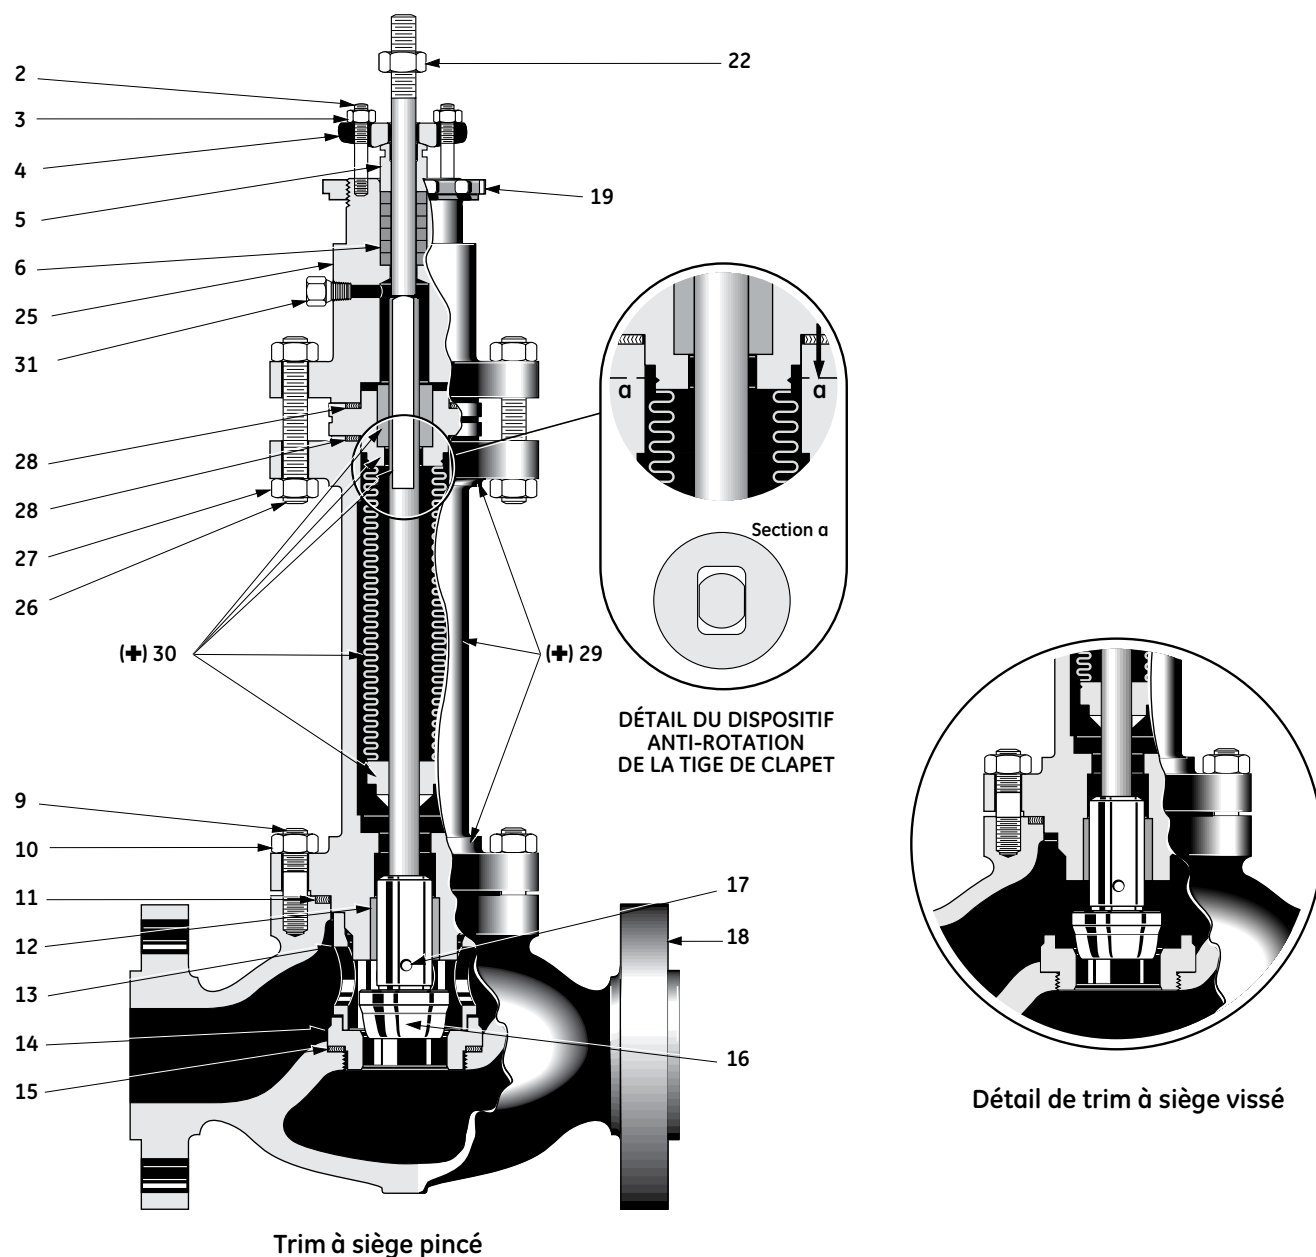

Figure 19 – Vanne 21000 BS
10.1 Démontage de la vanne à soufflet (Figure 19)